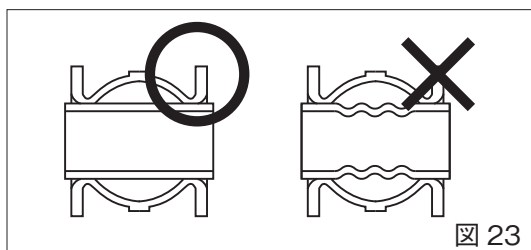

図 23
1. ①本体の内面を清掃してください。
2. ①本体の内側に③ゴムスリーブを挿入し、左右のバランスを整えてください。(図 23)